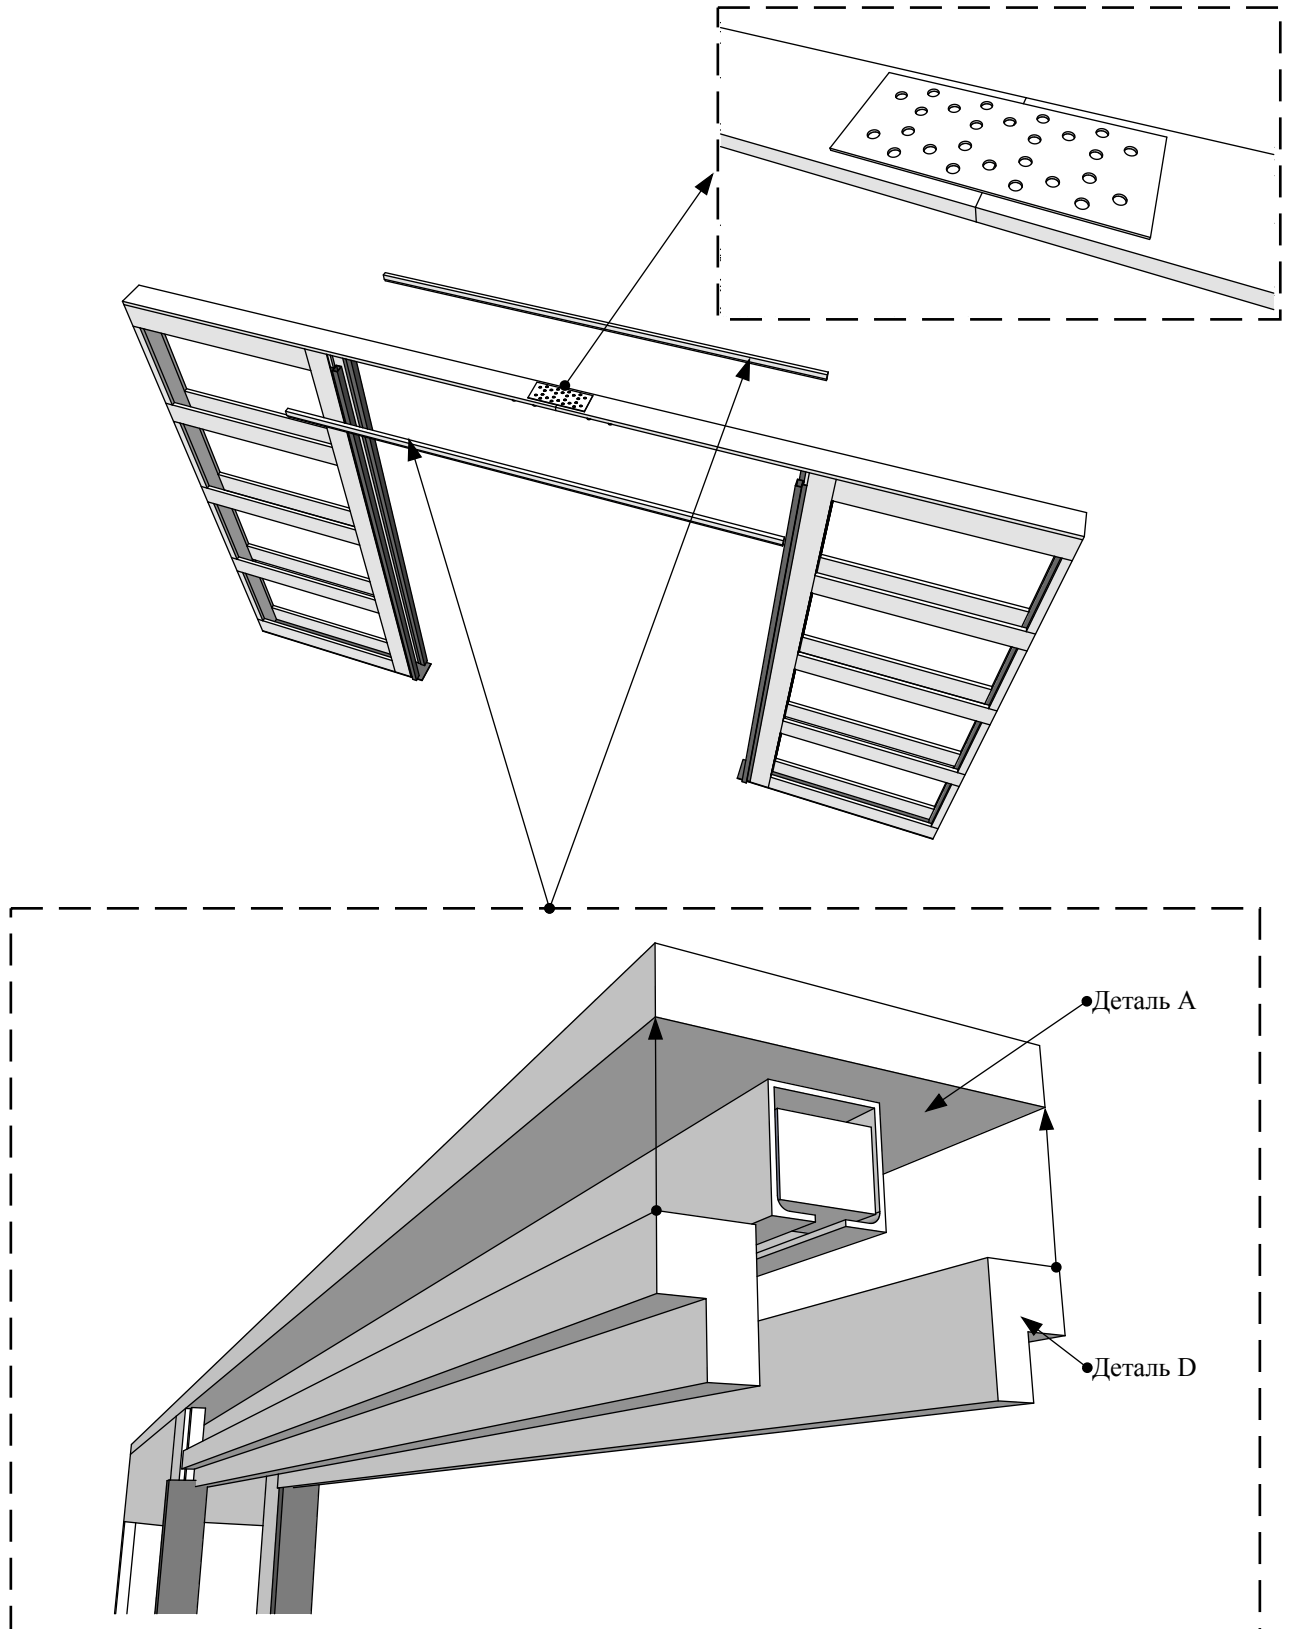

Рисунок 16
5. Полученные 2 половины каркаса закрепить соединительной пластиной и установить базы под обрамляющие элементы (деталь D). Закрепить саморезами 3,5*25 (Рис.16).